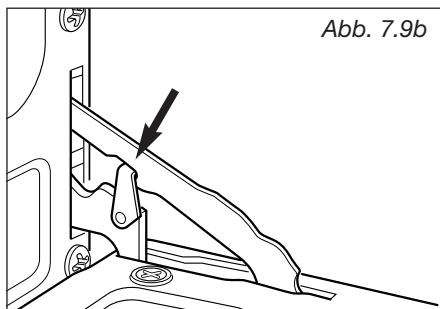

Abb. 7.9b
2. Haltebügel der Scharniere links und rechts nach oben in die Aussparung schwenken (abb. 7.9b).
- Haltebügel der Scharniere links und rechts nach oben in die Aussparung schwenken (abb. 7.9b).